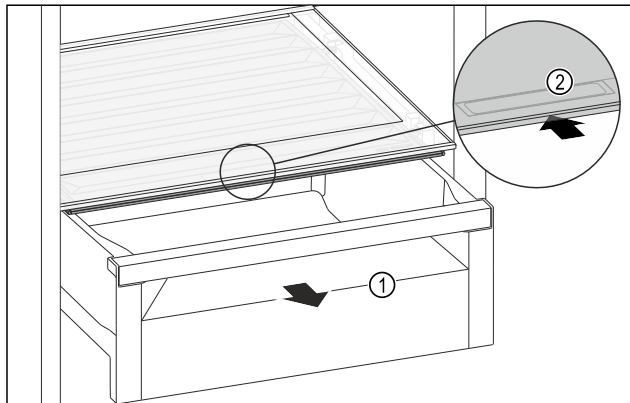

Fig. 146
- ▶ Витягніть висувний ящик Fig. 146 (1).
- ▶ Візьміться за потайну ручку Fig. 146 (2) на кришці відділення й одночасно посуньте кришку відділення назад.